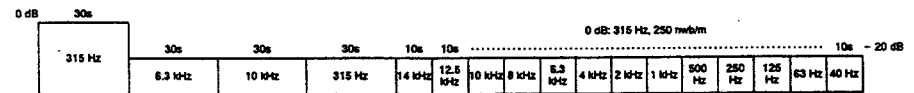

Figura 6-4 Constantes de la cinta de prueba STD-331E
- STD-331E : Ajustes de reproducción (Consulte la figura 6-4)